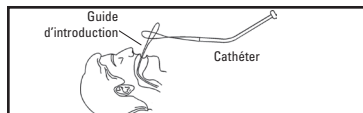

Figure 3
- Faire passer le guide d'introduction dans la boucle du guide du dispositif One Step Button (Figure 3).